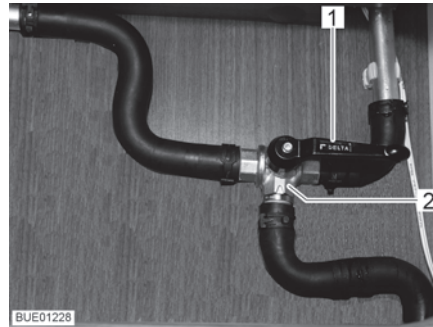

Fig. 139 Válvula de 3 vías
- Poner la palanca (Fig. 139,1) de la válvula de 3 vías (Fig. 139,2) en posición paralela al sentido de flujo recto (Fig. 139).
- Poner la palanca (Fig. 139,1) de la válvula de 3 vías (Fig. 139,2) en posición transversal al sentido de flujo recto.